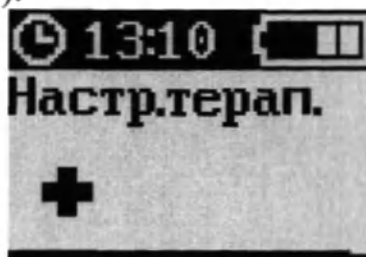

Рисунок 151 – Экран «НАСТР.ТЕРАП.»
2. Кнопками «ВВЕРХ» и (или) «ВНИЗ» выбрать пункт меню «НАСТР.ТЕРАП.» (рисунок 151).